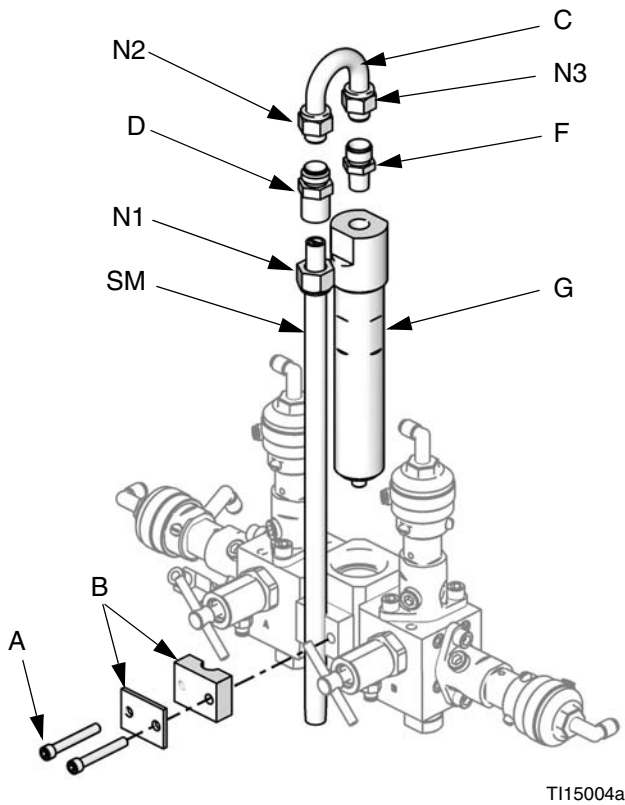
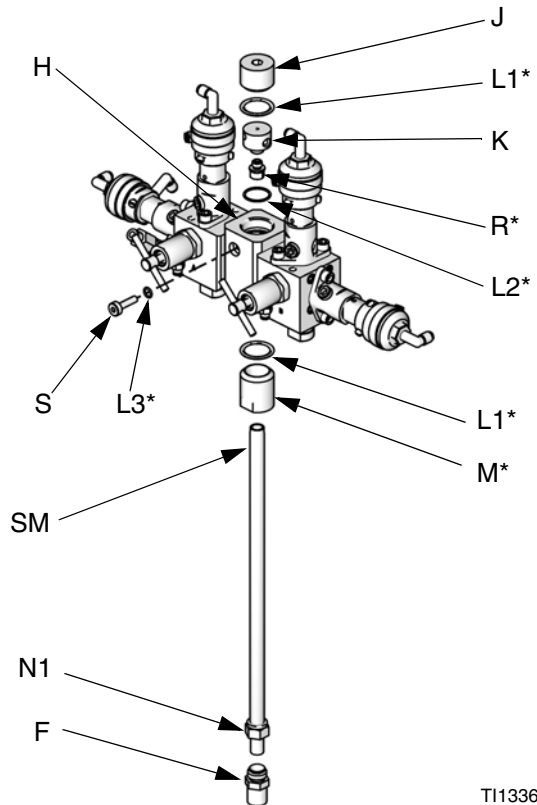

FIG. 12: Desarmado del integrador y el mezclador estático
FIG. 13: Instalación de Kit de inyección 15U955
1. Retire los tornillos (A) y el conjunto de ménsula del mezclador estático (B). Consulte FIG. 12.
2. Afloje la tuerca del mezclador estático (N1). Retire y retenga el mezclador estático (SM).
3. Afloje las tuercas del tubo en U (N2 y N3). Descarte el tubo en U (C) y el accesorio del mezclador estático (D).
4. Retire y retenga el accesorio de 1/4 npt (m) (F). Retire y descarte el integrador (G).
5. Consulte FIG. 13. Retire las piezas restantes de la carcasa del ilimitador (H). Retenga el tapón (J) y la base (K). Deseche todas las juntas tóricas usadas,
6. Gire la carcasa del limitador (H) 180° de modo que el tornillo de fijación (S) quede arriba a la izquierda, como se muestra en FIG. 13. Quite y retenga los dos tornillos de fijación (S). Deseche las juntas tóricas (L3). La posición de estos tornillos se invertirá al armar.
7. Instale una junta tórica más grande (L1*) en la carcasa (H). Enrosque la tapa de inyección (M*) en la carcasa.
8. Determine el intervalo de caudal deseado para su aplicación. Seleccione el reductor de tamaño correcto para su caudal y tasas seleccionados, utilizando las **Cuadros de selección del restrictor de dosificación dinámica**, en las páginas 48-53 como guía de. Instale el restrictor (R*) en la base (K).
9. Arme la junta tórica más pequeña (L2*) del colector, el restrictor (R*) y la base (K), una junta tórica más grande (L1*), y el tapón (J) como se muestra.